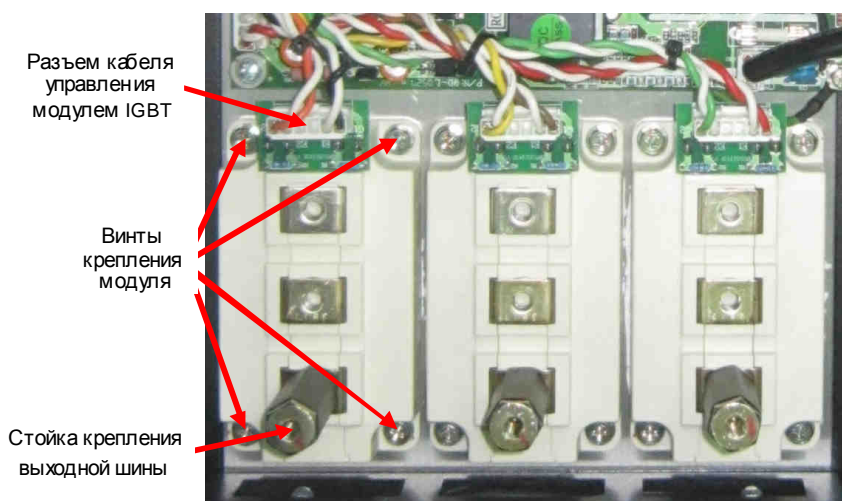

Рис. 6.22. Демонтаж модуля IGBT.
7.5.8. Установить три разъема кабелей управления модулями IGBT (рис.6.22).